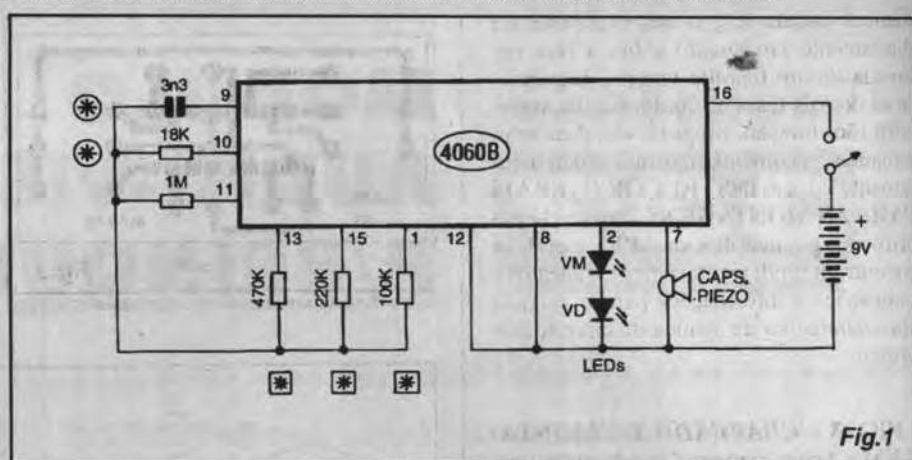

Fig.1
- FIG. 1 - DIAGRAMA ESQUEMÁTICO DO CIRCUITO - Conforme já foi dito, o arranjo circuital do MAVIB é formado pelo integrado C.MOS 4060 e... mais quase nada...! Esse versátil integrado contém uma grande fila interna de contadores/divisores por 2 (revejam as últimas aulas do ABCDE, onde o assunto foi recentemente abordado...), com a maioria das saídas de tais módulos acessível externamente (utilizamos, no circuito, apenas as presentes nos pinos 1-2-7-13-15...). Além disso, o 4060 contém um conjunto de gates disponíveis (sem função interna aparente...) e que podem ser convenientemente usados para a elaboração de um módulo de clock... Essa possibilidade é acessada via pinos 9-10-11, e concretizada com o auxílio dos resistores de 18K e 1M, mais o capacitor de 3n3, componentes cujos valores determinam a frequência básica de oscilação do dito clock (situada na parte mais elevada do espectro de áudio...). O pino 7 do integrado representa a saída de um dos seus primeiros módulos contadores/divisores internos, manifestando então um sinal em faixa audível, diretamente aplicado a um pequeno transdutor piezo (cápsula de cristal), que pode - na prática - ser do tipo encapsulado ou pastilha (tipo moeda...). Esse transdutor, de alta impedância (baixíssimos requisitos de energia, portanto...) mostra um excelente rendimento sonoro, perfeitamente adequado para a aplicação originalmente imaginada... Em algumas das